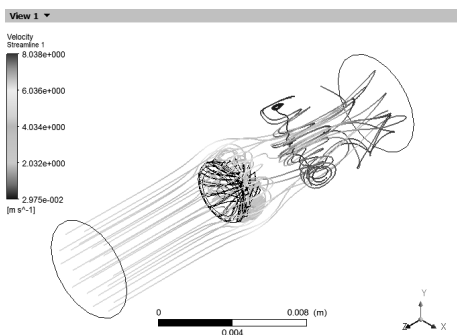

图 17-73 绕流迹线云图
Step4：图 17-73 所示为外流场在叶轮位置的绕流迹线云图。